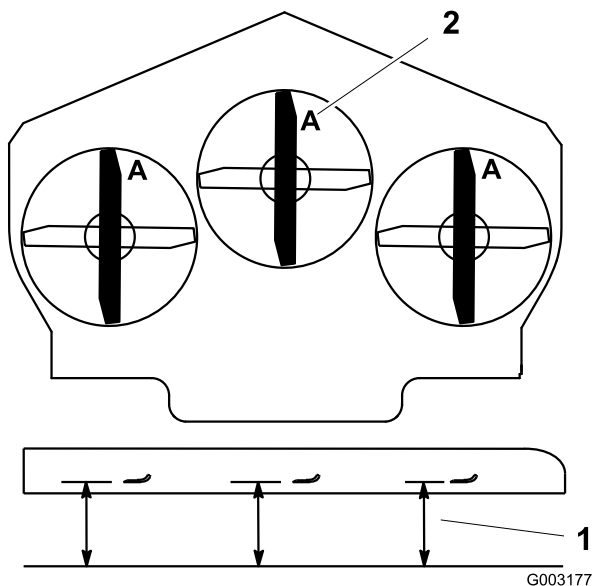

Bild 80
3. Drehen Sie die Schnittmesser, bis die Enden nach vorne und hinten gerichtet sind (Bild 80). Messen Sie von einer ebenen Fläche bis zu den Schnittkante (Position A) der Messer (Bild 80). Notieren Sie diesen Wert.